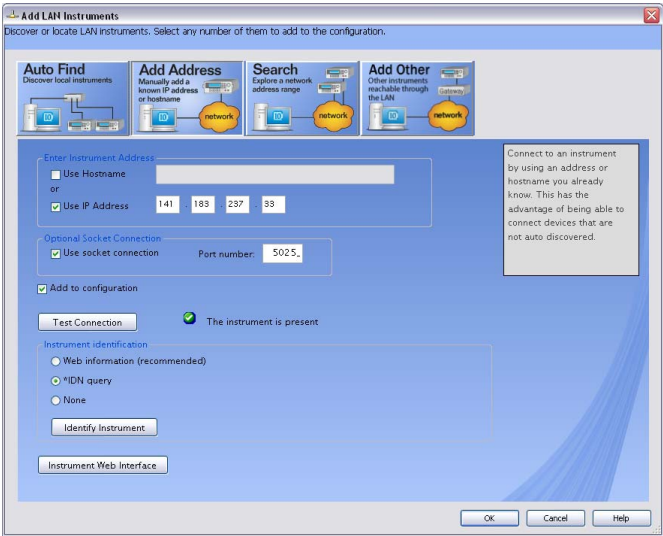

Abbildung 1-12 Fenster „Add LAN Instruments“ (LAN-Geräte hinzufügen)
- 3 Klicken Sie im Fenster „Add LAN Instruments“ (LAN-Geräte hinzufügen) (siehe Abbildung 1-12) auf **Add Address** (Adresse hinzufügen).